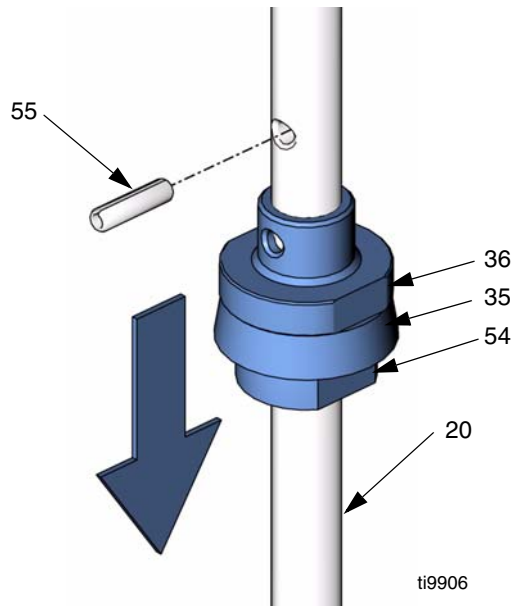

FIG. 21
9. Retire el pasador de muelle (55) y deslice hacia abajo el conjunto del pistón de líquido superior fuera del eje de transferencia (20). Vea FIG. 21.